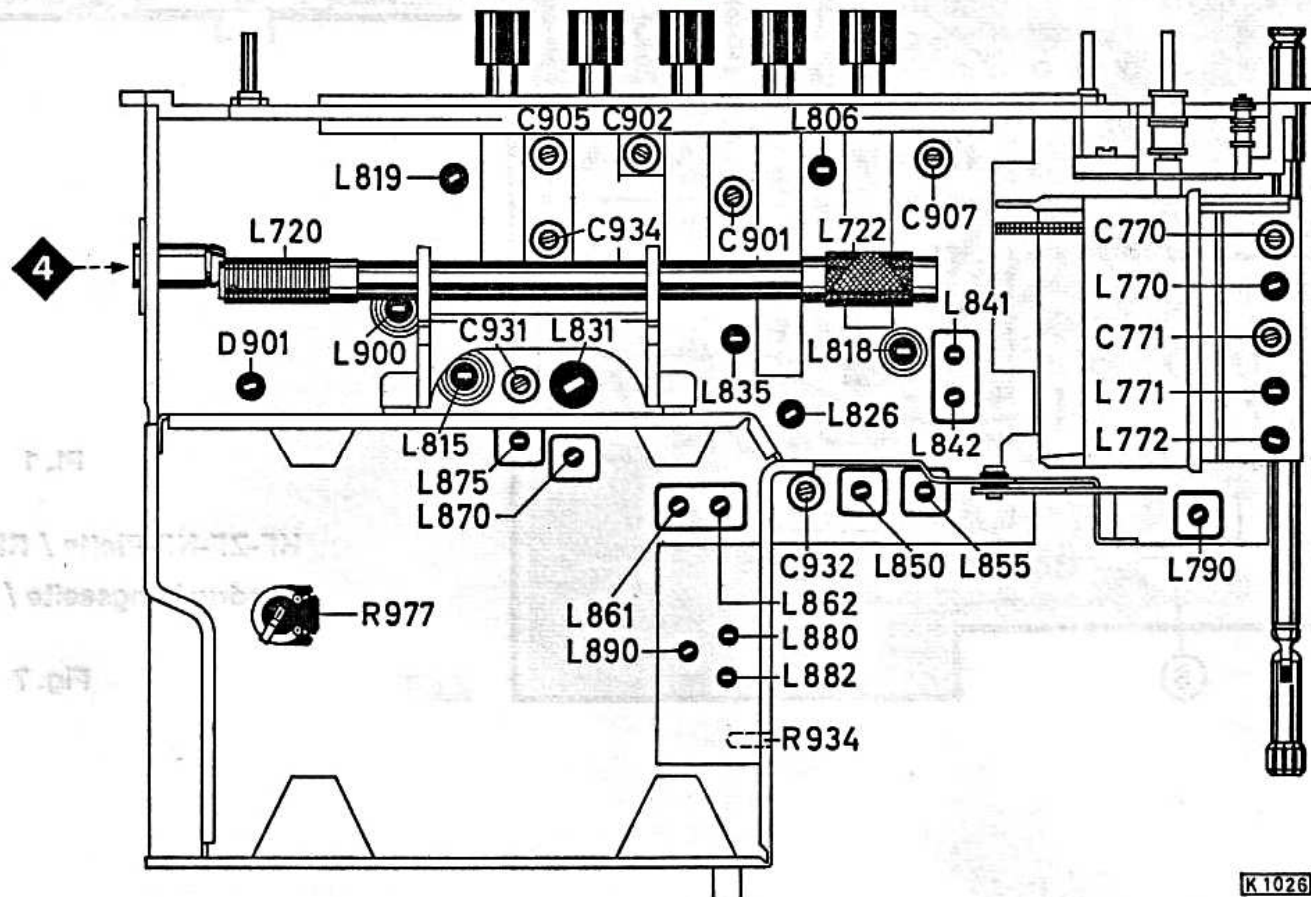

Fig. 8
- 6.5 Den Ruhestrom ca. 1 Minute nach dem Einschalten des Gerätes mit dem Einstellregler R 977 (Fig. 8) auf 4 mA + 20-10 % einstellen.
- 6.5 Approx. 1 minute after switching on set, set zero signal current via adjuster R 977 (fig. 8) to 4 mA +20-10 %.